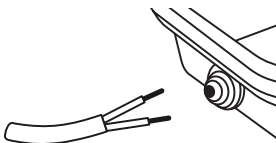

Рис. 1
- Сделайте отверстие меньше диаметра кабеля в резиновом гермоводе и пропустите кабель через него (Рис. 1).